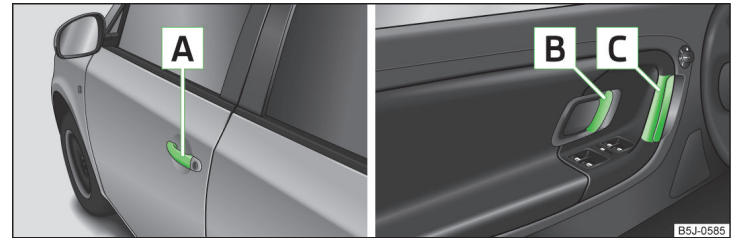

Abb. 28 Türgriff/Türöffnungshebel
- Das Fahrzeug entriegeln und am Türgriff **A** » Abb. 28 der jeweiligen Tür ziehen.